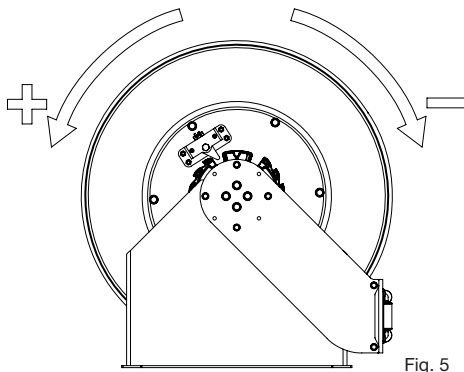

Fig. 5
6. Apply the pre-tension to the power spring by turning the spool the number of turns indicated below, depending on the power spring version and the hose length (fig. 5).
6. Snurra trumman för att skapa förspänning i fjädern, antalet varv beror på slanglängd och dimension, se tabell (fig 5.)
6. Spannen Sie die Schlauchfeder vor, indem Sie abhängig vom Trommelfedertyp und der Schlauchlänge die angegebene Anzahl von Drehungen an der Schlauchtrommel ausführen (Abb. 5).
4. Turn the spool to increase or decrease the power spring tension (fig. 5).
4. Snurra på trumman för att öka eller minska på fjäder-spänningen (se fig 5).
4. Drehen Sie die Schlauchtrommel, um die Federspannung zu erhöhen oder zu reduzieren (Abb. 5).